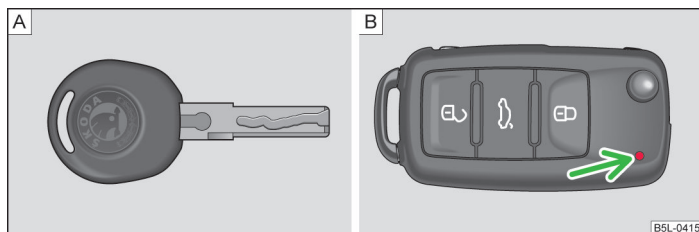
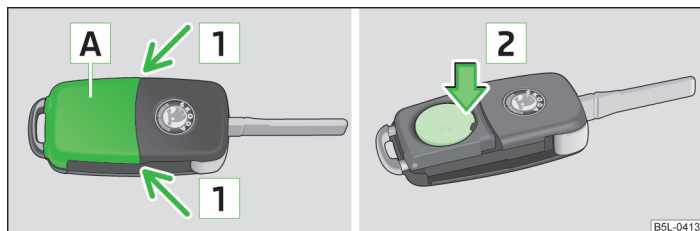

Fig. 8 Chiave senza telecomando / Chiave con telecomando (comando a distanza)
Fig. 9 Chiave con comando a distanza: Rimozione del coperchio / rimozione della batteria
Con il veicolo vengono consegnate due chiavi. A seconda dell'allestimento, il veicolo può essere dotato di chiavi senza telecomando » [fig. 8 \[A\]](#) o con telecomando » [fig. 8 \[B\]](#).
Ciascuna chiave con comando a distanza contiene una batteria, disposta sotto il coperchio **A** » fig. 9. Quando la batteria è scarica, premendo un tasto della chiave con comando a distanza, la spia di controllo rossa » fig. 8 a pagina 27 - **B** non lampeggia. Si raccomanda di fare sostituire le batterie della chiave presso un'officina autorizzata. Qualora si desideri comunque sostituire in prima persona la batteria scarica, procedere come segue:
- Premere il coperchio della batteria con il pollice oppure con un cacciavite piatto in corrispondenza delle frecce **1** » fig. 9.